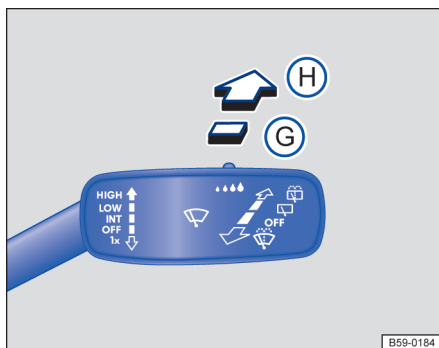

图 124 挡风玻璃雨刮器拨杆：后窗雨刮器操作
- 将挡风玻璃雨刮器拨杆向前按到位置 **G** → 图 124，大约每隔六秒，雨刮器刮一次车窗 → **1**。